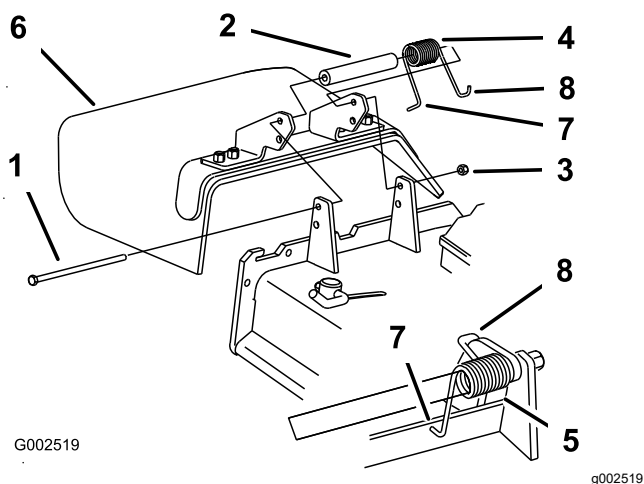

Bild 16
1. Nehmen Sie den seitlichen Auswurfkanal vom Mähwerk ab (**Bild 16**).